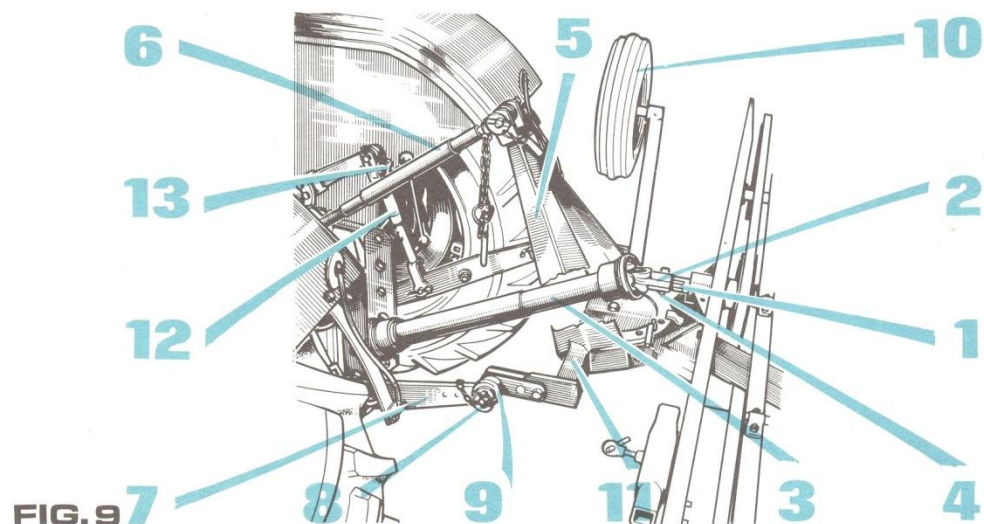

FIG. 9
■ l'arbre à cardan est d'abord monté sur le rateau en ayant soin d'emboîter sur l'arbre cannelé de transmission (1, fig. 9) la mâchoire à verrouillage rapide (2, fig. 9) solidaire du tube télescopique mâle (3, fig. 9) S'assurer que le poussoir (4, fig. 9) du verrouillage rapide est bien revenu à sa position initiale lorsqu'il arrive au niveau de l'encoche de l'arbre cannelé.
■ le rateau étant en position de transport sur route, la potence d'attelage (5, fig. 9) est présentée en face du relevage trois points du tracteur dont le bras de poussée (6, fig. 9) est monté et la traverse enlevée.
■ En actionnant le levier de commande du relevage, faire monter l'extrémité des bras (7, fig. 9) à la hauteur des tourillons de la traverse d'attelage (8, fig. 9) ces derniers sont engagés dans les bagues correspondantes (9, fig. 9) et goupillés à l'aide des attaches rapides.
■ Pour faciliter le montage du bras de poussée du troisième point, la roue escamotable est mise en position haute comme l'indique la figure (9).
La seconde précaution à prendre (fig.9) avant la mise en rotation de la prise de force, est de limiter la course en hauteur des bras de relevage afin d'éviter la détérioration de l'arbre de transmission (rep.3) contre la traverse (rep.11) de la potence d'attelage du rateau faneur. Pour réaliser correctement ce réglage, l'opération doit s'effectuer sur un sol plan avec le relevage hydraulique en position basse.
En agissant sur la position des roues arrière (1, fig.11) et sur la longueur du bras de poussée (2, fig.11) du troisième point, le châssis du rateau est rendu parallèle au sol (fig.11) ; puis le rateau faneur est soulevé lentement jusqu'à l'obtention d'une marge de sécurité de 50 mm entre la protection extérieure (3, fig.9) de l'arbre de transmission et le bord de la traverse (11, fig.9) du timon.
A noter que la longueur de la tige de suspension (12, fig. 9) doit être réglée en fonction de l'inclinaison donnée au virandain à l'aide de la manivelle (13 fig. 9).